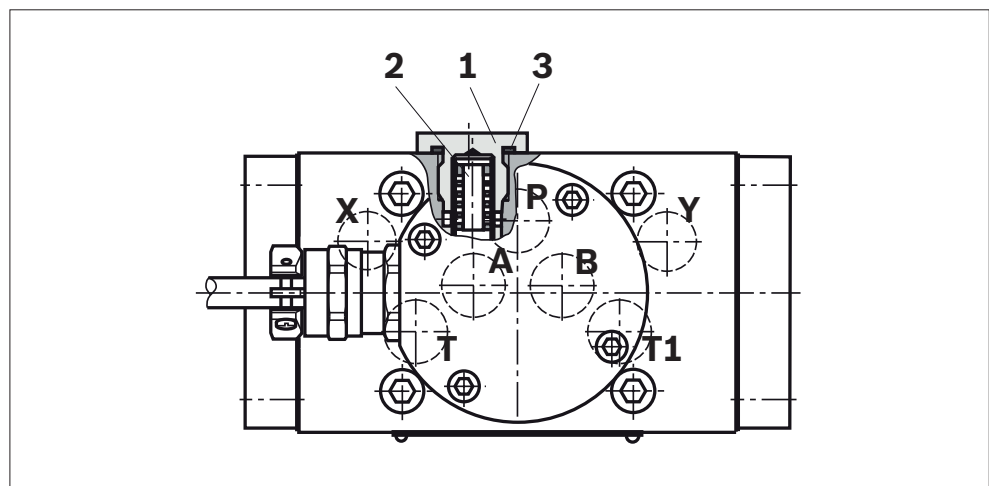

Abb. 2: Filterelement
Austauschbares Filterelement mit FKM-Dichtung und FKM-Profildichtung Pos. (3) in Abb. 2 für Filterschraube M16x1	R961001950